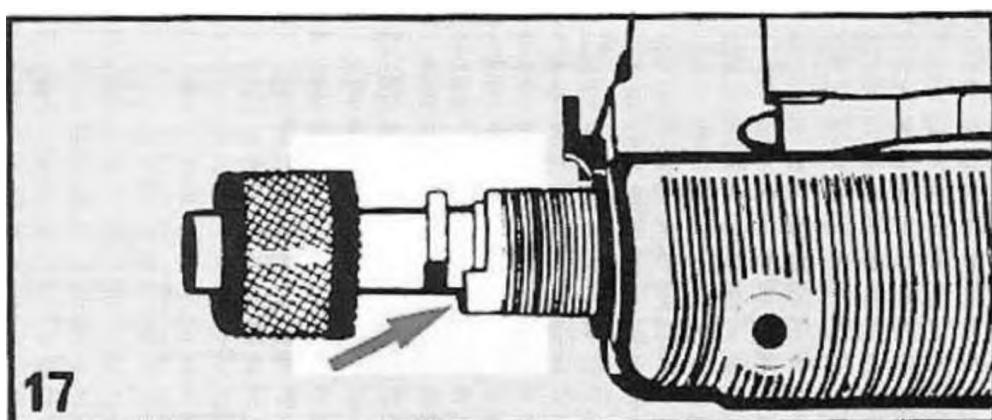

Рисунок 4.21 – Порядок встановлення ствола
- 1) вставте ствол на місце. Переконайтесь, що фаски на стволі збігаються з фасками на корпусі (рисунок 4.21);